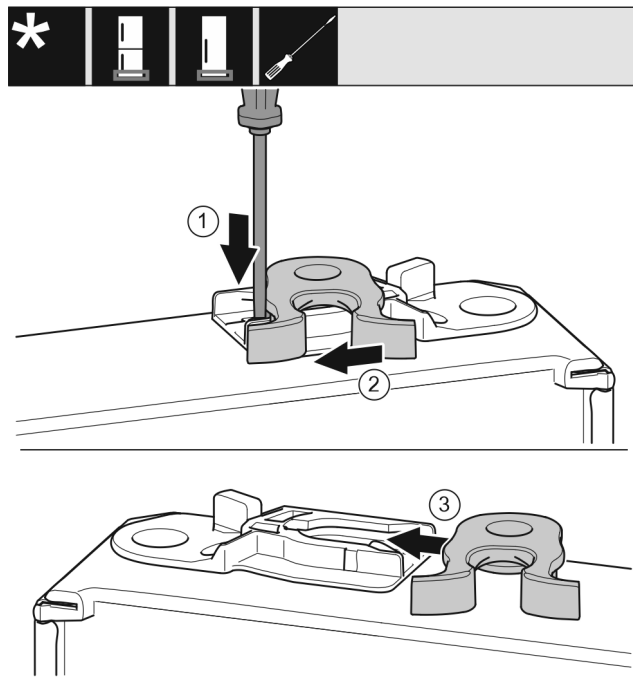

Fig. 15
- ▶ Нажмите шлицевой отверткой на накладку вниз. Fig. 15 (1)
- ▶ Выведите запорный крючок из направляющей. Fig. 15 (2)
- ▶ Вставьте запорный крючок в направляющую с другой стороны. Fig. 15 (3)